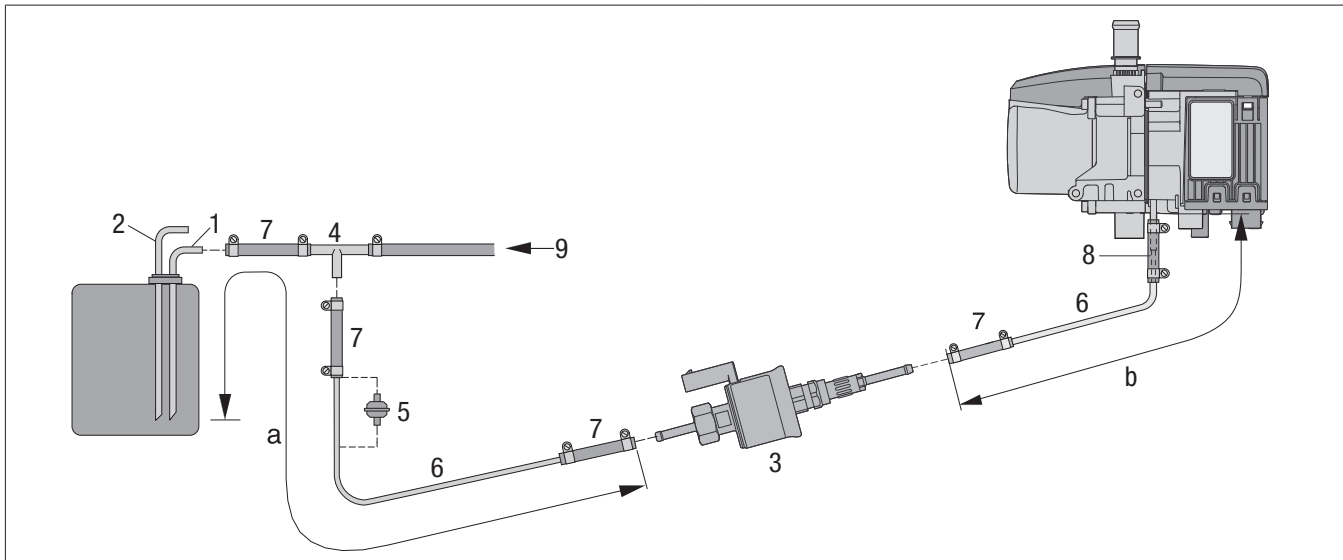

Bild 21
- Bevorzugte Einbaulage: zwischen 15° und 35°, siehe Bild 21.